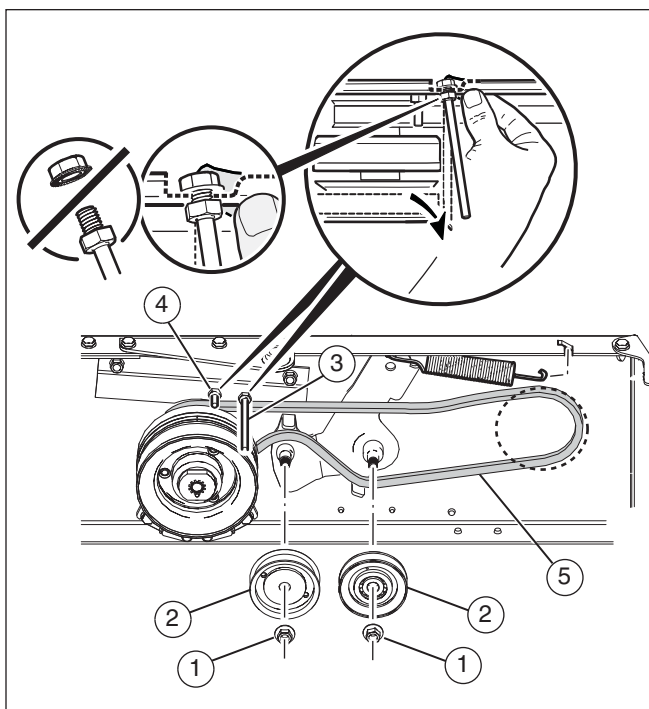

Figura 33
3. Rimuovere i dadi (1) e le pulegge tendicinghia (2) (vedere **Figura 33**).
4. Allentare le guide della cinghia (3) e (4) dalla puleggia sovrapposta.
5. Rimuovere la cinghia di trasmissione del movimento (5) dalla puleggia motrice e dalla puleggia sovrapposta.